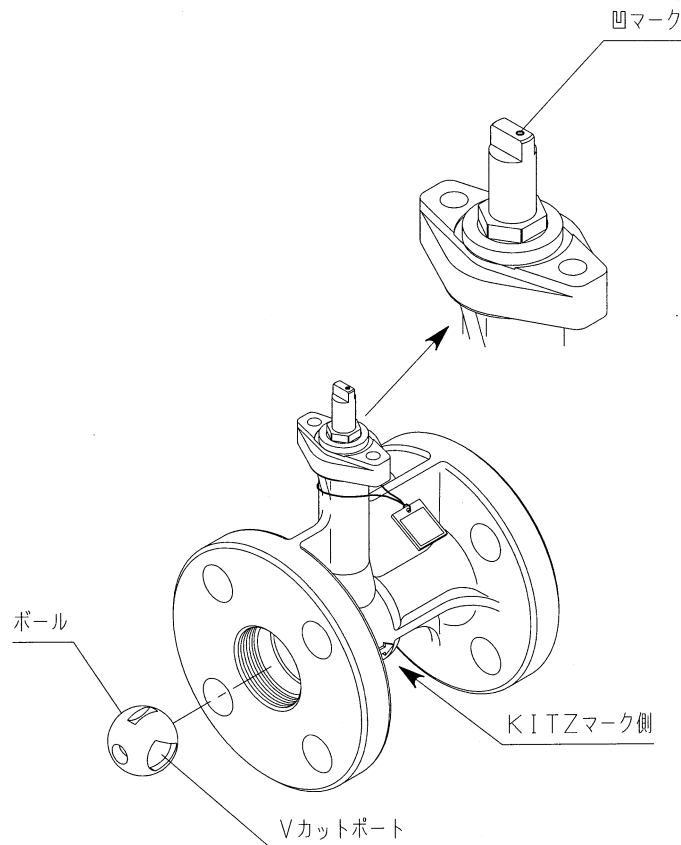

図14
- 2.3.5 ステムを全閉位置にしてください。尚、ステム上部の二面部にある凹マークは、ボデーのKITZマーク側に向けてください。図14